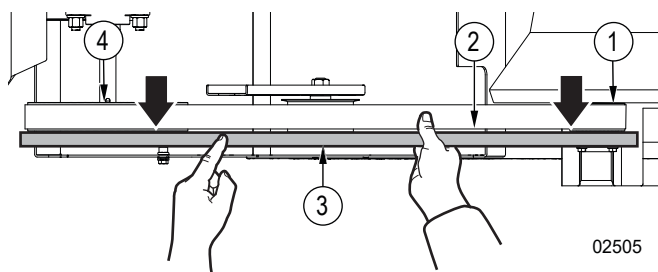

Figure 44—Vérifiez l'alignement de la courroie d'entraînement.
1. Placez un outil à bord droit sur la face de la poulie du convoyeur. Orientez l'extrémité opposée de la règle droite vers le volant d'embrayage du moteur. Assurez-vous que le bord droit est parallèle à la face de la poulie du convoyeur. Consultez *Figure 44*.
- Si le bord du volant d'inertie de l'embrayage du moteur est aligné avec la règle droite, la courroie d'entraînement est alignée. Les étapes suivantes ne sont pas nécessaires. Consultez *Figure 44*.